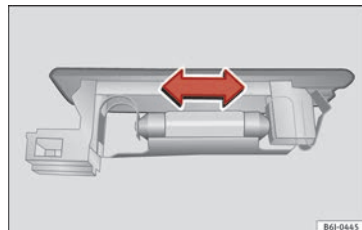

Bild 111 Bakluckeljus
- Tryck glödlampan åt sidan och ta bort den från huset » **bild 111**.